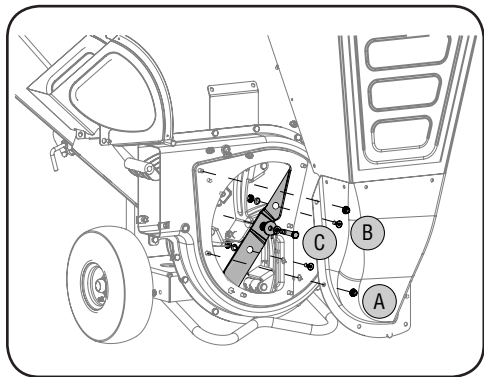

Figura 4-4
4. Saque las seis tuercas con reborde que sujetan la guía de ingreso de la tolva a la caja del motor. Vea A en Figura 4-4.
7. Saque los dos tornillos hexagonales internos, las tuercas de seguridad hexagonales y arandelas de seguridad que sujetan la cuchilla de la trituradora al motor. Vea B en Figura 4-4.
8. Saque el perno hexagonal, la arandela de seguridad y la arandela plana para liberar totalmente la cuchilla trituradora. Vea C en Figura 4-4.